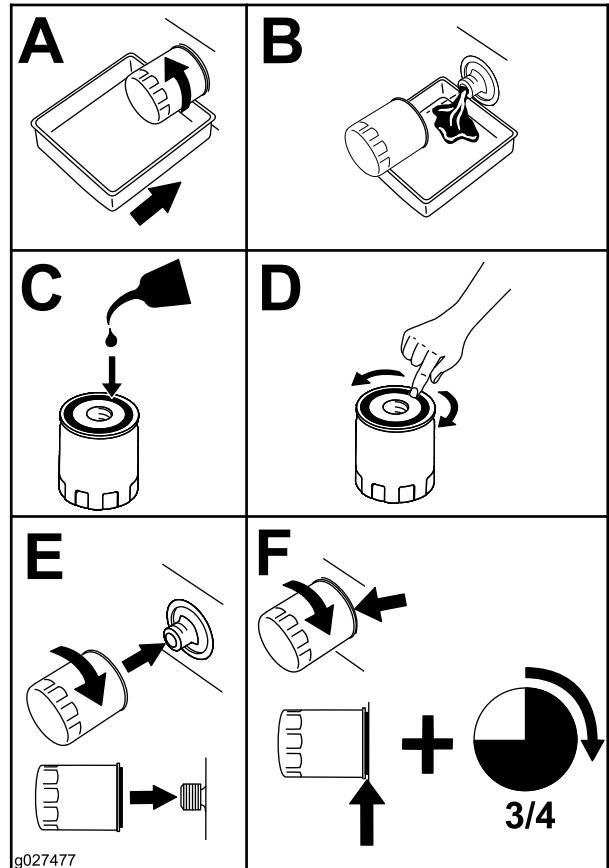

Figura 43
5. Cambiate il filtro dell'olio motore (Figura 43).